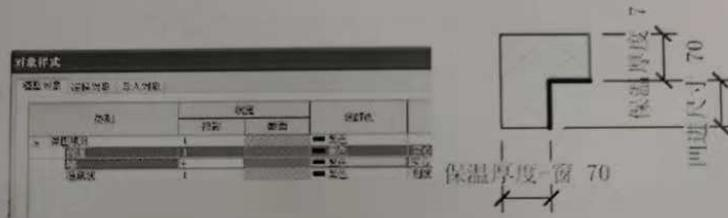

图 4
(4) 在族中新建“线样式”。保温、墙体，使填充区域的边界根据实际情况对应相应线型，如图 4。